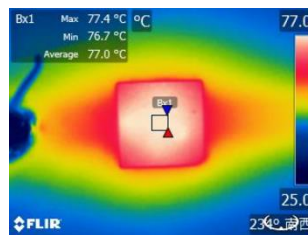

図 33. 赤外線サーモグラフィ測定例
表面温度  $T_T$  を熱電対で測定する場合、発光時に接着部材が発熱するため正確な温度を測定することができません。よって LED の表面温度  $T_T$  を測定するには非接触測定の赤外線サーモグラフィの使用を推奨します。(図 33 参照) 赤外線サーモグラフィは温度分布の確認が可能なので、モジュール内で最も温度の高い LED の特定や異常発熱を起こしている LED の発見なども可能となります。
- ・十分な解像度の測定器を使用してください。LED 表面ではチップ直上の中心部と端部で温度差が発生します。(図 33 参照) 解像度が低い場合、温度が平均化され実際の中心温度よりも低い値が出力される場合があります。